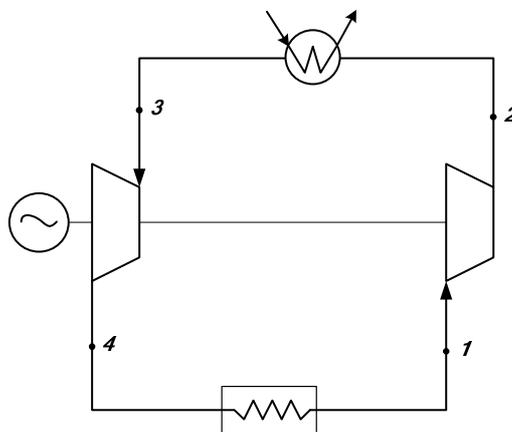

Рис. 5
22. На рис. 5 изображена схема холодильной установки: